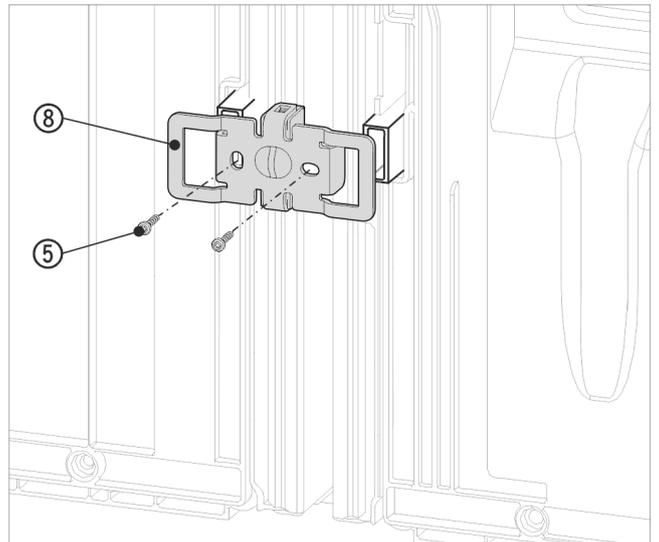

Fig. 19 Représentation à titre d'exemple
- Pousser l'équerre Fig. 19 (8) avec les cavités sur le logement des supports d'espacement muraux.
- Visser fermement avec 2 vis Fig. 19 (5).